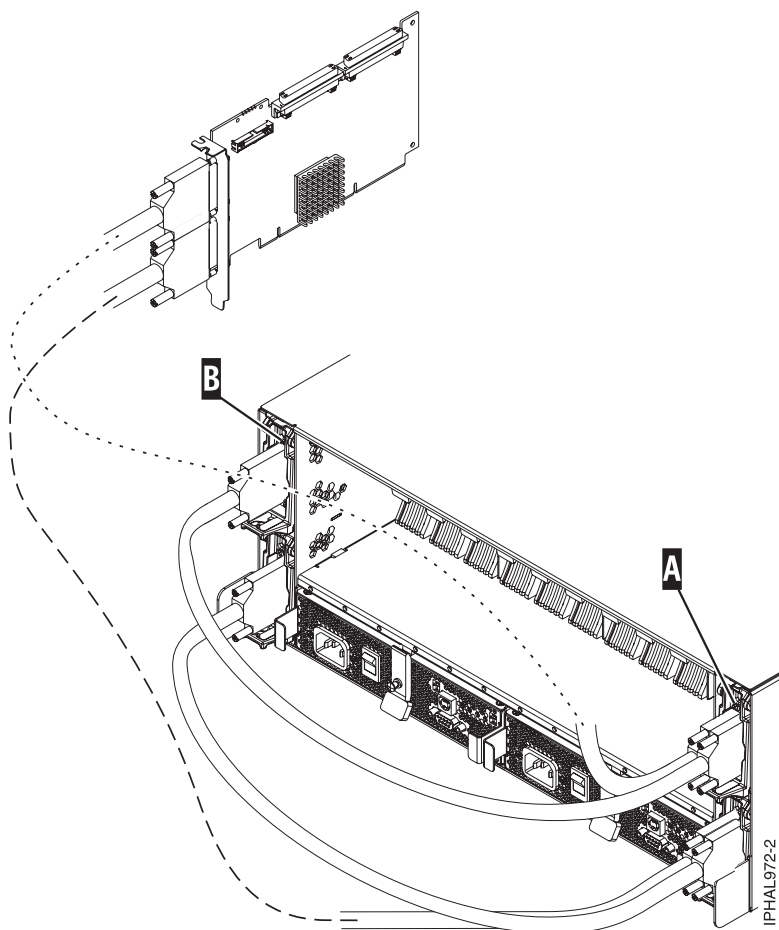

Figura 20. Cable SCSI a una targeta repetidora dual que està connectada a una targeta repetidora
- Si esteu utilitzant una combinació de targetes repetidores individuals i duals, connecteu un cable SCSI a la targeta repetidora d'iniciador dual (A). A continuació, connecteu la targeta repetidora (A) a la targeta repetidora individual (B) utilitzant un cable SCSI diferent. Si voleu obtenir més informació, consulteu Figura 20 a la pàgina 62.